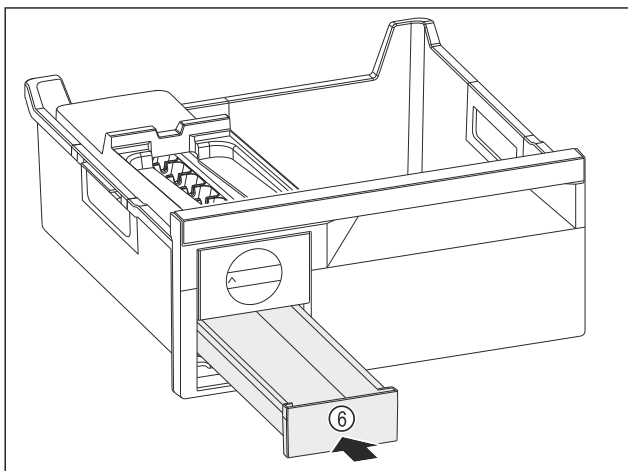

Fig. 126
- ▶ Вдвиньте выдвижной ящик для кубиков льда Fig. 126 (6).